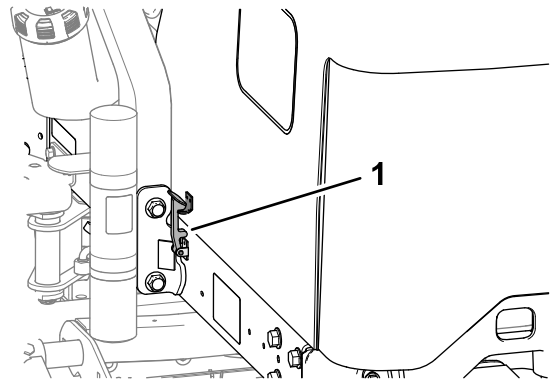

Bild 58
2. Klappen Sie die Motorhaube nach oben und hinten (Bild 58).